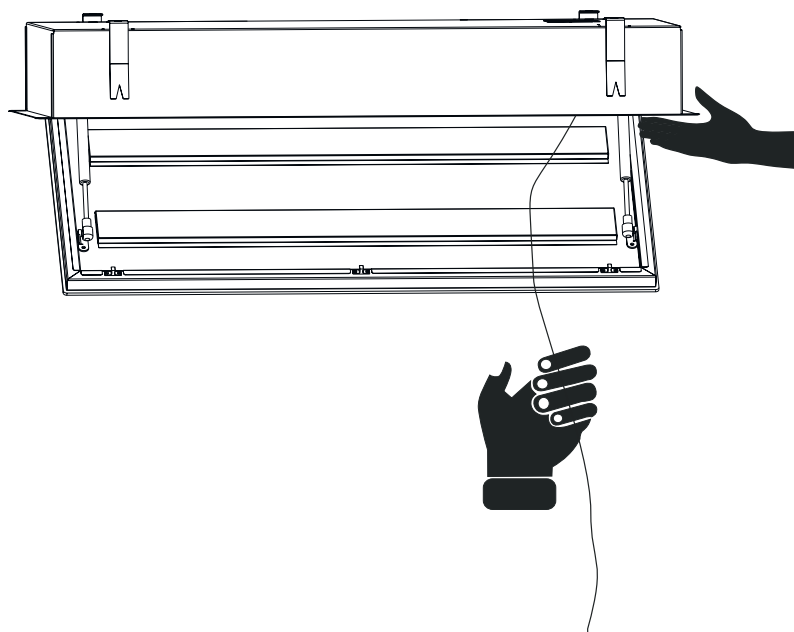

Fig. 12
- 6.** ➤ For at hæve emhætten ved brug af stålwire; løft emhætten med en hånd på den korte side og træk nu i stålwirene en efter en. Gør nu dette på skift på emhættens korte sider. For hver gang der trækkes i stålwirene, låser sikkerhedslåsen stålwiren fast (Fig. 12).